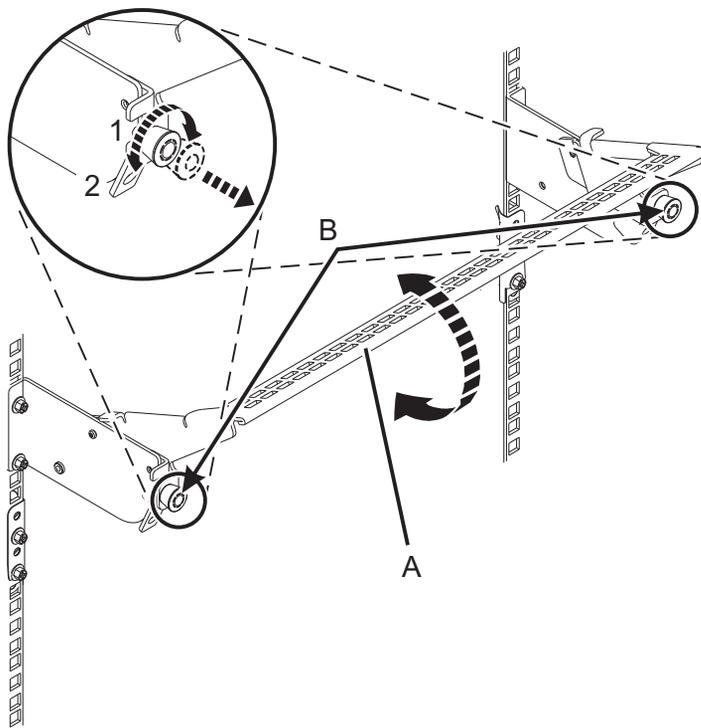

Abbildung 10. Kabelführungshalterung in Betriebsposition bringen
3. Bringen Sie die Kabelführungshalterung in die Betriebsposition. Siehe Abb. 10.